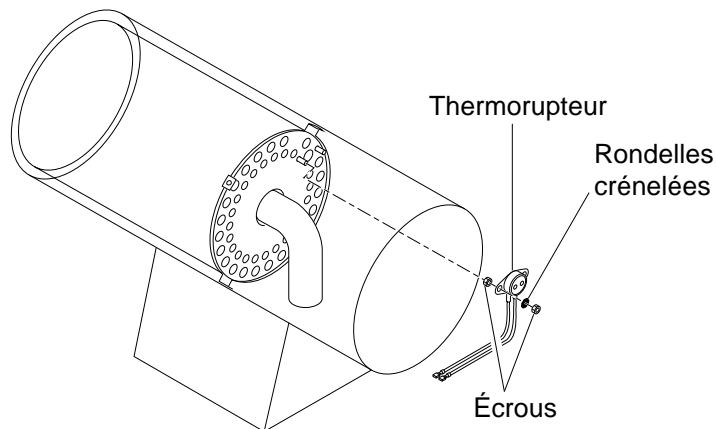

Figure 21 - Retrait des écrous et rondelles crénelées du thermorupteur
4. Retirer les deux écrous et rondelles crénelées du thermorupteur (voir la figure 21).